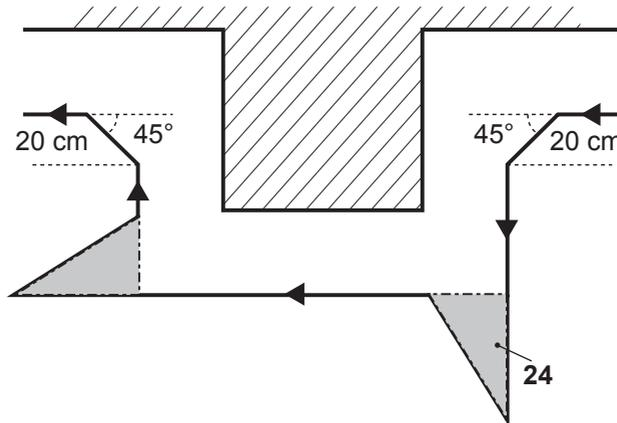

Fig. 10
- > Pour former des angles intérieurs, utilisez un nombre de piquets permettant d'arrondir le virage et d'éviter des angles droits. Utilisez le gabarit équerre (24) pour placer le câble périphérique par rapport à des obstacles rigides avec des coins saillants. Cette forme permet à la tondeuse robot de couper l'herbe le long du câble le plus près possible de l'obstacle sans rayer les coins. (Fig. 10)